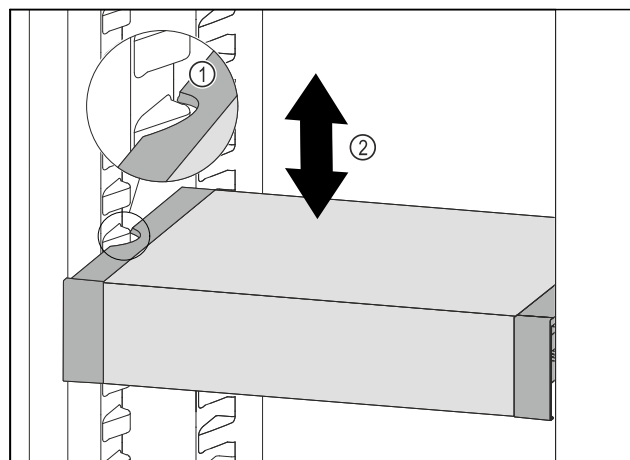

Fig. 127
- Trageți în față VarioSafe, până când degajările laterale ale VarioSafe se află la înălțimea nervurii recipientului din frigider. Fig. 127 (1)
- Mișcați în sus sau în jos VarioSafe în frigider, până când este atinsă înălțimea dorită. Fig. 127 (2)